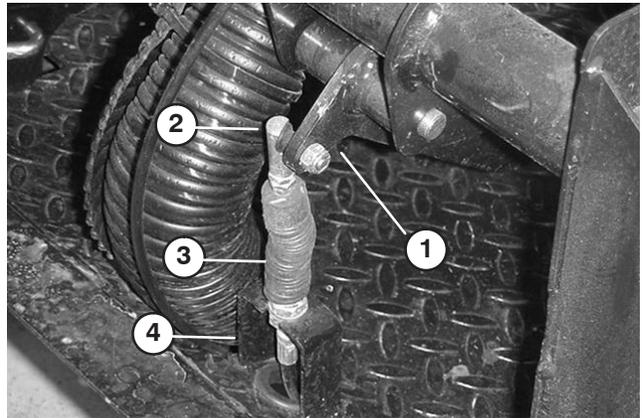

Bild 62
1. Nehmen Sie die Mutter ab, mit denen das Kugelgelenk des Kupplungskabels am Gelenk des Kupplungspedals befestigt ist (Bild 62).